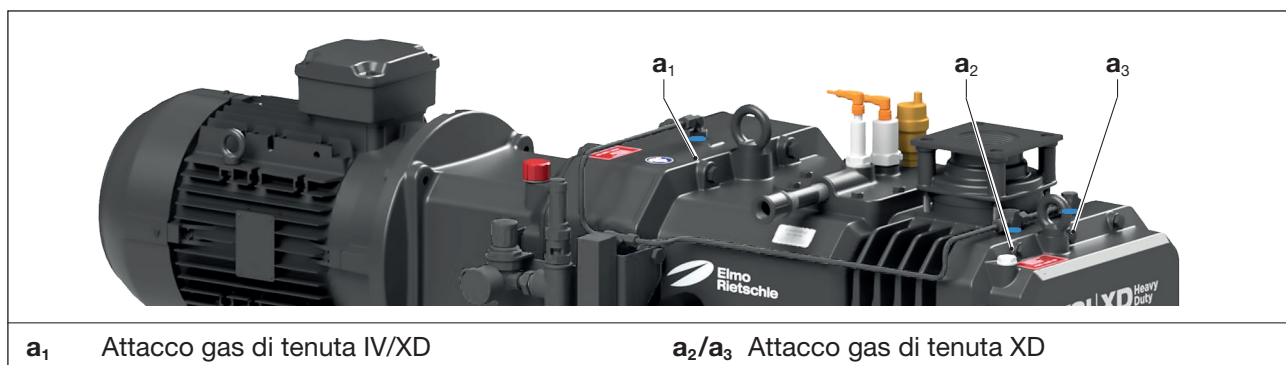

Fig. 16 Attacco gas di tenuta senza dispositivo per gas di tenuta
- Realizzare tutti e 3 i collegamenti per le tubazioni del gas di tenuta (Fig. 16/a₁, a₂ e a₃) (variante XD). La versione standard delle pompe (IV) avrà un solo collegamento (Fig. 16/a₁).